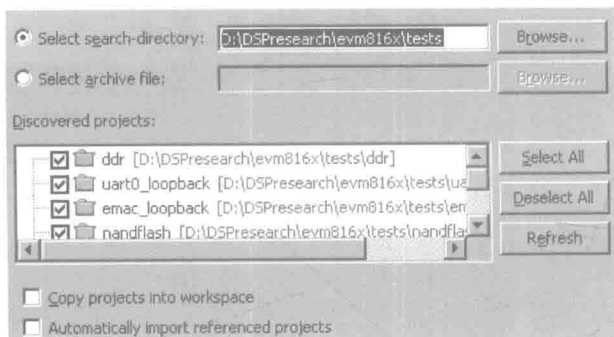

图 1-1-2 选择所有工程
④ 选择 Import Existing CCS Eclipse Project 命令后,单击 Browse 按钮浏览文件夹,选择源码目录 D:\DSPresearch\evm816x\tests,单击 Select All 按钮选择所有工程,如图 1-1-2 所示。